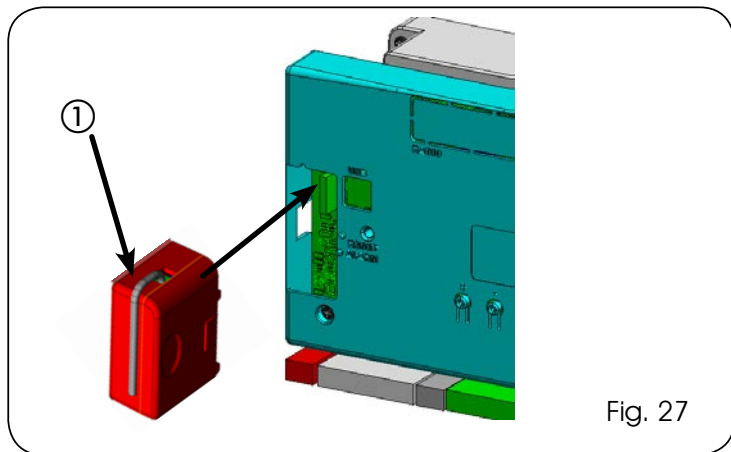

Fig. 27
L'apparecchiatura elettronica è provvista di un sistema di decodifica (DS, SLH, LC/RC) bi-canale integrato chiamato OMNIDEC. Questo sistema permette di memorizzare, tramite un modulo ricevente aggiuntivo (Fig. 27 rif. ①) e radiocomandi della stessa frequenza, sia l'apertura totale (OPEN A) sia l'apertura parziale (OPEN B) dell'automazione.